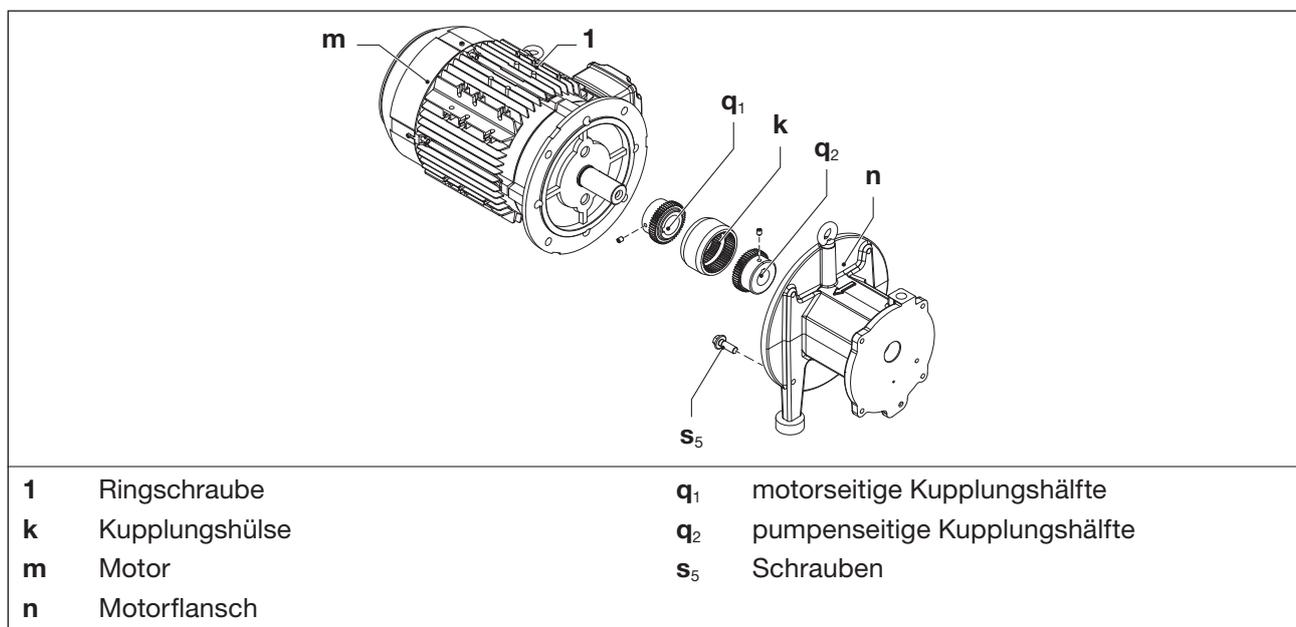

Abb. 10 Kupplung
Die Kupplungshülse (Abb. 10/k) unterliegt einem Verschleiß. Wir empfehlen, die Kupplungshülse regelmäßig zu überprüfen (1 x pro Jahr).
- a) Zur Überprüfung der Kupplung den Motor (Abb. 10/m) ausschalten und gegen Wiedereinschalten sichern.
- b) Die Ringschraube am Motor (Abb. 10/1) fest anziehen.
- d) Schrauben (Abb. 10/s₅) am Motorflansch (Abb. 10/n) lösen.
- e) Motor mit motorseitiger Kupplungshälfte (Abb. 10/q₁) vom Motorflansch (Abb. 10/n) axial abziehen und mittels Hebezeug aufhängen.
- f) Hülse (Abb. 10/k) auf Beschädigung und Verschleiß prüfen und gegebenenfalls tauschen.
- g) Hülse und Motor mit motorseitige Kupplungshälfte wieder axial aufschieben und mit den Schrauben (Abb. 10/s₅) am Motorflansch (Abb. 10/n) befestigen. Anzugsmoment: 90 Nm